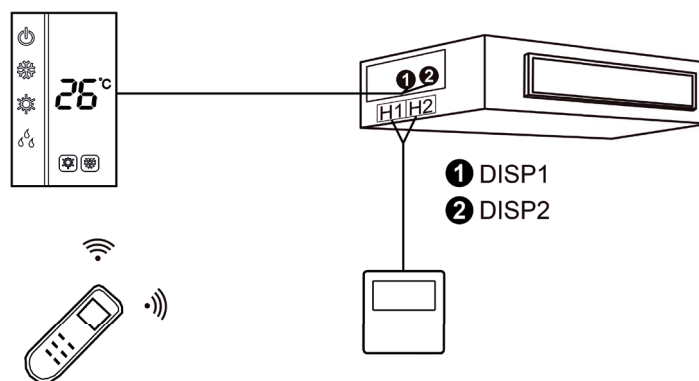

Fig. 5.4.3
- 3) Il Filocomando e il Pannello Display possono essere installati contemporaneamente. Se si utilizza il Telecomando, sia il Filocomando sia il Pannello Display possono ricevere i segnali, come mostrato in Fig. 5.4.3.